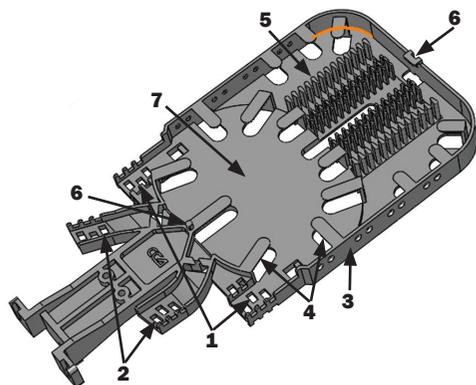

Рисунок 9
- 8** Загерметизировать ОК в оголовнике муфты: – продвинуть уплотнитель в сборе с втулкой цанговой в цилиндрический патрубок (рисунок 9 «а»);
– накрутить гайку накидную на цилиндрический патрубок (рисунок 9 «б»).